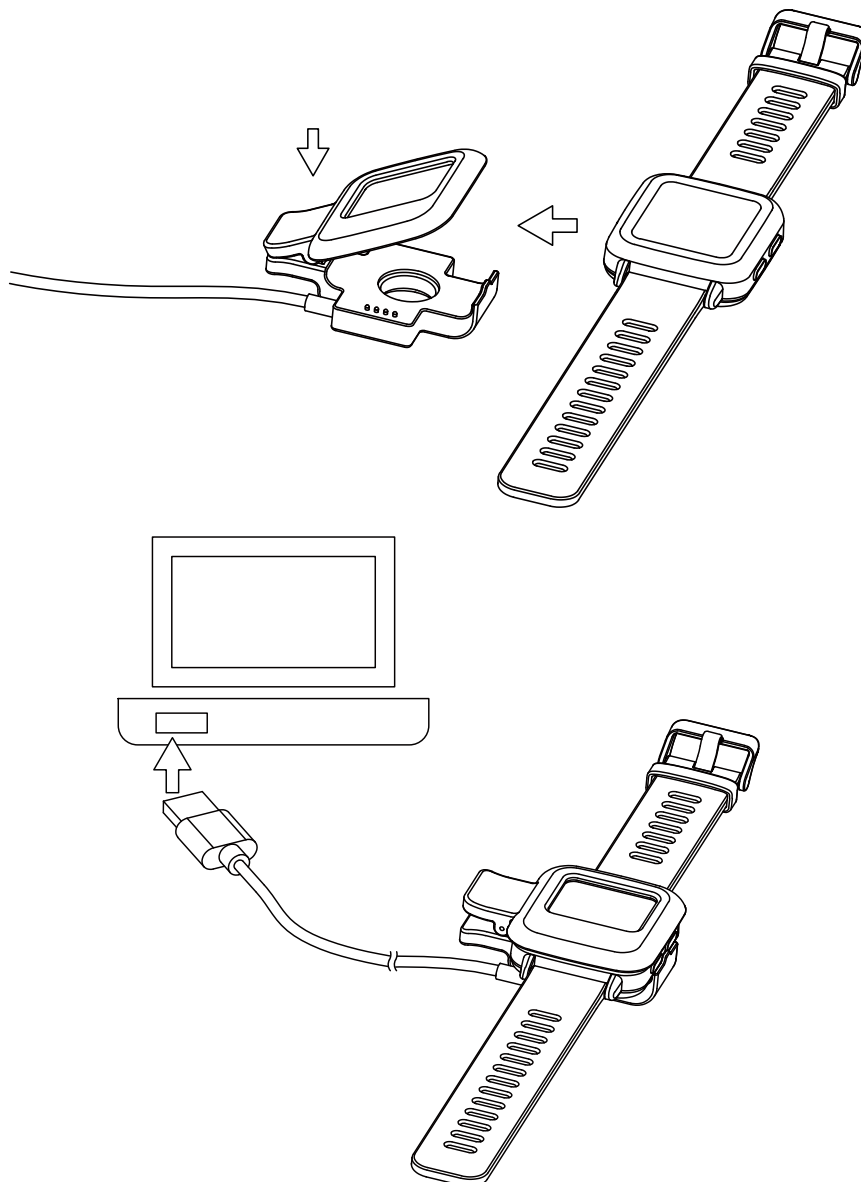

図 3-1 USB 充電/接続
1. 本体を図3-1のように充電器に挟んで取り付けてください。